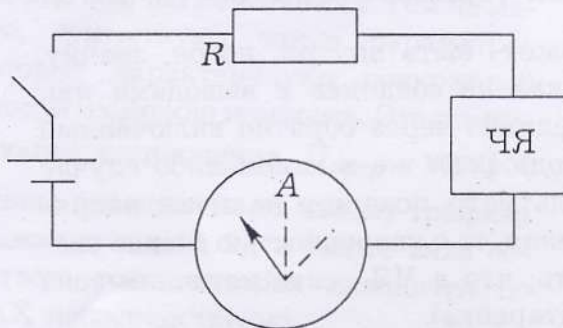

Рис. 12
3. На данном этапе понадобится стрелочный амперметр (или гальванометр с небольшим сопротивлением). Поочередно подключая ЧЯ через разные пары клемм к источнику тока согласно схеме на рис. 12 и замыкая ключ, нужно следить за его показаниями. Если при замыкании ключа